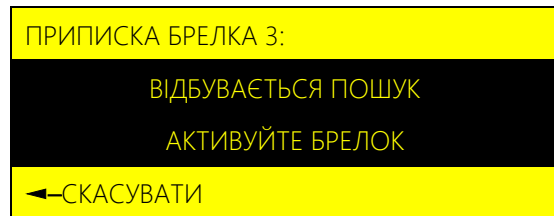

Рисунок 4.16 – Вікно пошуку сповіщувача
Якщо необхідно приписати SpaceControl до брелка, в налаштуваннях якого відсутній Ajax ID, то для цього потрібно вибрати брелок зі списку (на дисплеї з'явиться повідомлення рисунок 4.16) і на SpaceControl одночасно затиснути кнопки постановки на охорону (O) та тривожну кнопку (!) – SpaceControl проблимає центральним світлодіодом і автоматично припишеться до вибраного брелка.